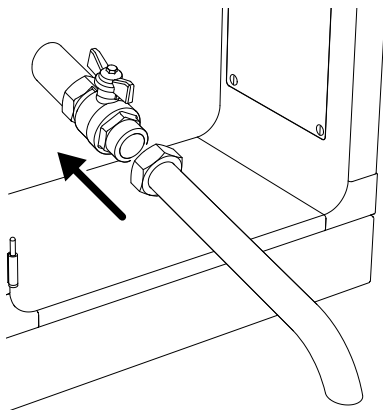

Bild 1 Ölzulaufrohr
3. Das Ölzulaufrohr an den Abflusshahn anschließen und die Auffangwanne mit Filter unter die Ablauföffnung stellen. Siehe Bild 1 *Ölzulaufrohr*